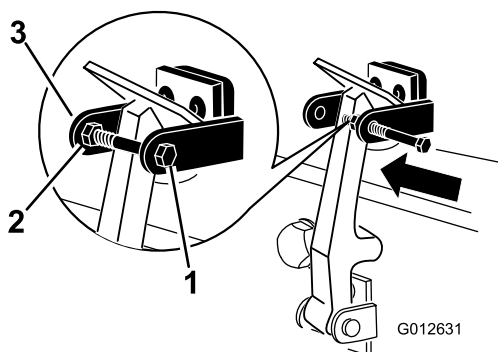

Figura 7
8. Montate il bullone nell'altro braccio della staffa del fermo del cofano per bloccare il fermo in posizione (Figura 7). Serrate il bullone ma non serrate il dado.